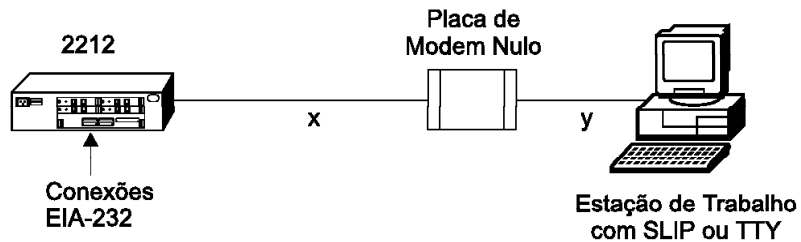
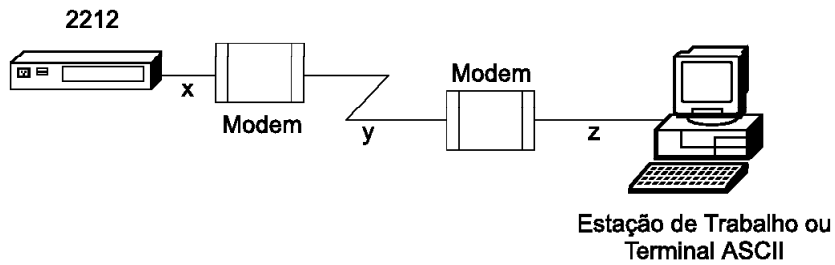

Figura 3-1. Conexão de Terminal Local à Porta de Serviço EIA-232
Figura 3-2. Conexão de Terminal Remoto à Porta de Serviço EIA-232
- Comunicação remota (utilizando linhas telefônicas) através de um modem conectado à porta de serviço EIA-232, utilizando uma conexão ASCII ou SLIP (Serial Line Internet Protocol). Veja a Figura 3-2 na página 3-2. A seção “Configurações do Modem” na página 3-3, lista os modems já testados para utilização com a unidade IBM 2212.
- Localmente, através de um adaptador de modem nulo e cabos seriais fornecidos com este produto, e conectados à porta de serviço EIA-232, utilizando uma conexão ASCII ou SLIP. Veja a Figura 3-1 na página 3-2.
Conecte um terminal ASCII ou um emulador (com o software de emulação apropriado) para fornecer acesso local ou remoto à unidade IBM 2212. Ao conectar um terminal localmente à porta de serviço da unidade IBM 2212 a velocidade (em bauds) configurada para a porta de serviço deve ser equivalente à velocidade do terminal conectado (x e y na Figura 3-1 na página 3-2). Ao conectar um produto IBM 2212 a um terminal remoto através de dois modems conectados por linhas telefônicas (x, y e z na Figura 3-2 na página 3-2), estas regras devem ser seguidas: